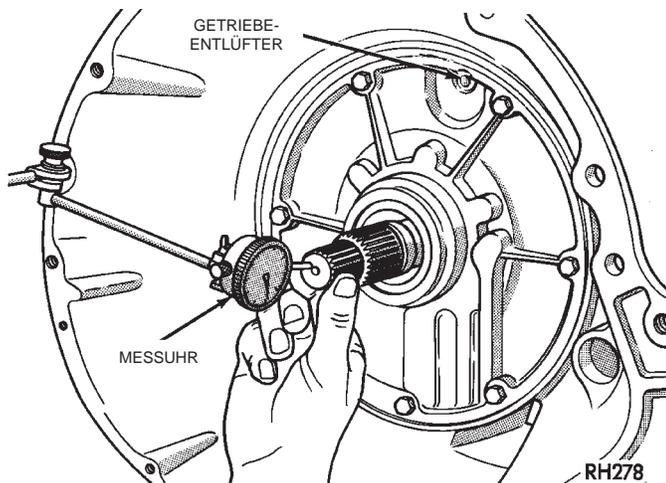

Abb. 110 Axialspiel der Antriebswelle messen
(43) Axialspiel der Antriebswelle messen (Abb. 110).